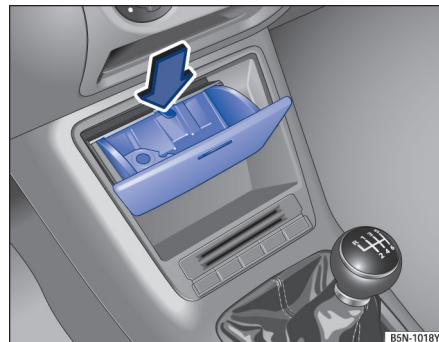

图 105 取出前部烟灰盒
- 向下按压箭头所示的按钮 ⇒ 图 105，并抓住烟灰盒内芯侧面的手把面将其向上取出。